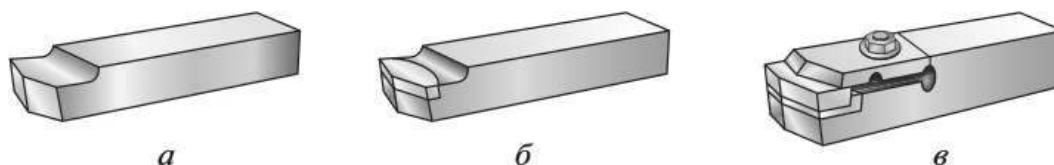

Рис. 5.19. Резцы по способу крепления режущей части: *а* — цельный; *б* — с напаянной пластинкой; *в* — с механическим креплением пластинки
5. По способу крепления режущей части: цельные, сварные, с напаянной пластинкой, с механическим креплением пластинки (рис. 5.19).